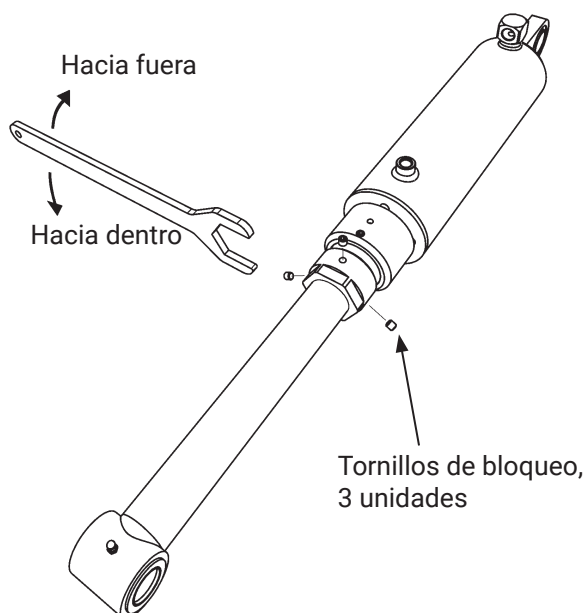

Imagen 40. Ajuste del ángulo de basculamiento
- Aflojar los tres tornillos de bloqueo del segundo cilindro de basculamiento. Imagen 40.
- Girar la llave de ajuste de modo que el cilindro del brazo segundo coincida con la sujeción de la plataforma. Véase Imagen 40 .